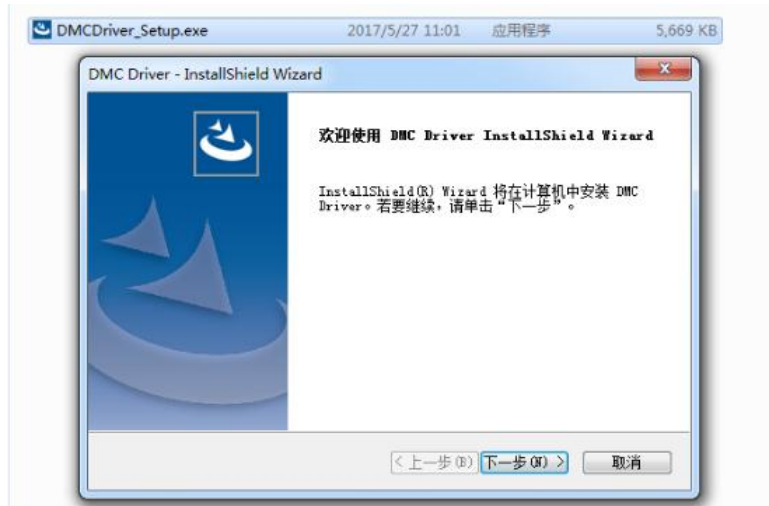

图 4.6 驱动程序开始安装
- 1、双击驱动文件 DMCDriver_Setup.exe，如果出现如图 4.6 所示对话框，点击“下一步”继续安装；如果出现如图 2 所示对话框，请选择“修复”，并点击“下一步”，跳转到第 5 步继续安装。